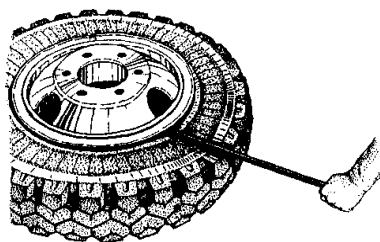

Рис. 5-9 Отжатие борта шины
2. Вставить вилочную лопатку между бортовым кольцом и шиной и отжать борт шины последовательно по всему периметру (рис. 5-9).